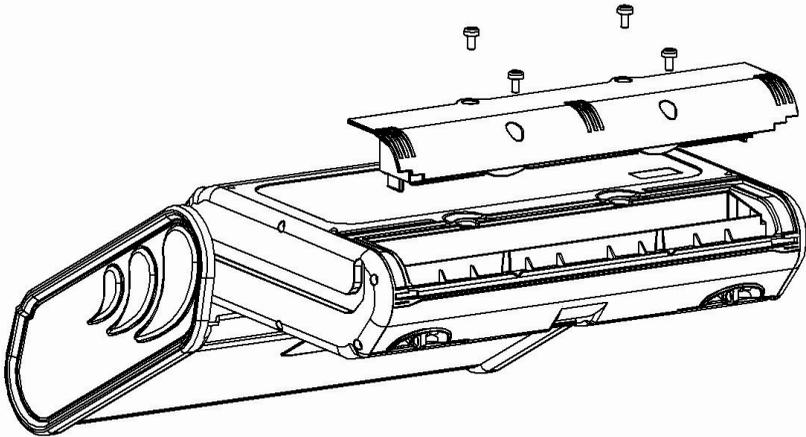

Fig. 7.1. Tauschen des Akkupacks
- Entfernen Sie die 4 Schrauben der Batteriefachabdeckung **Fig. 7.1**)